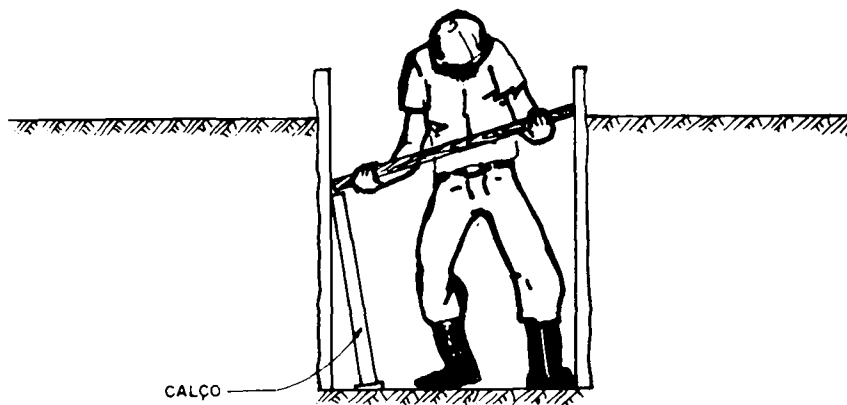

FIG. 5
- a) Calçe um lado da estronca por baixo (fig. 5).